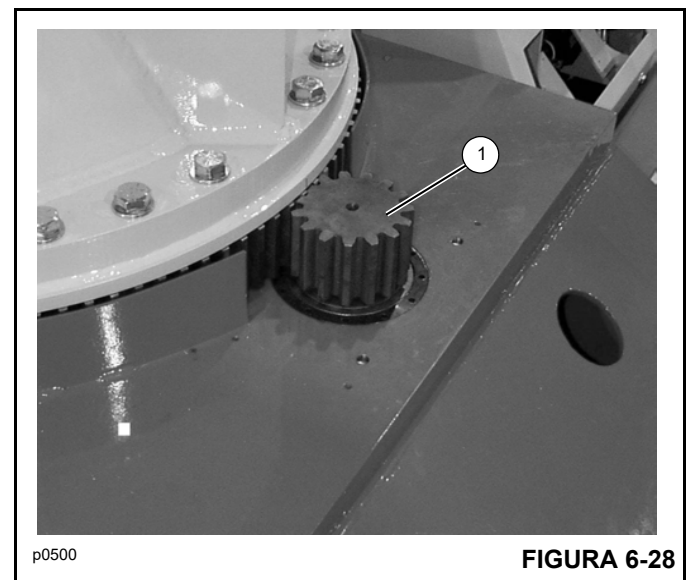

FIGURA 6-28
3. Com um pincel, aplique um lubrificante apropriado aos dentes da engrenagem e do pinhão do mecanismo de giro (1, Figura 6-28).